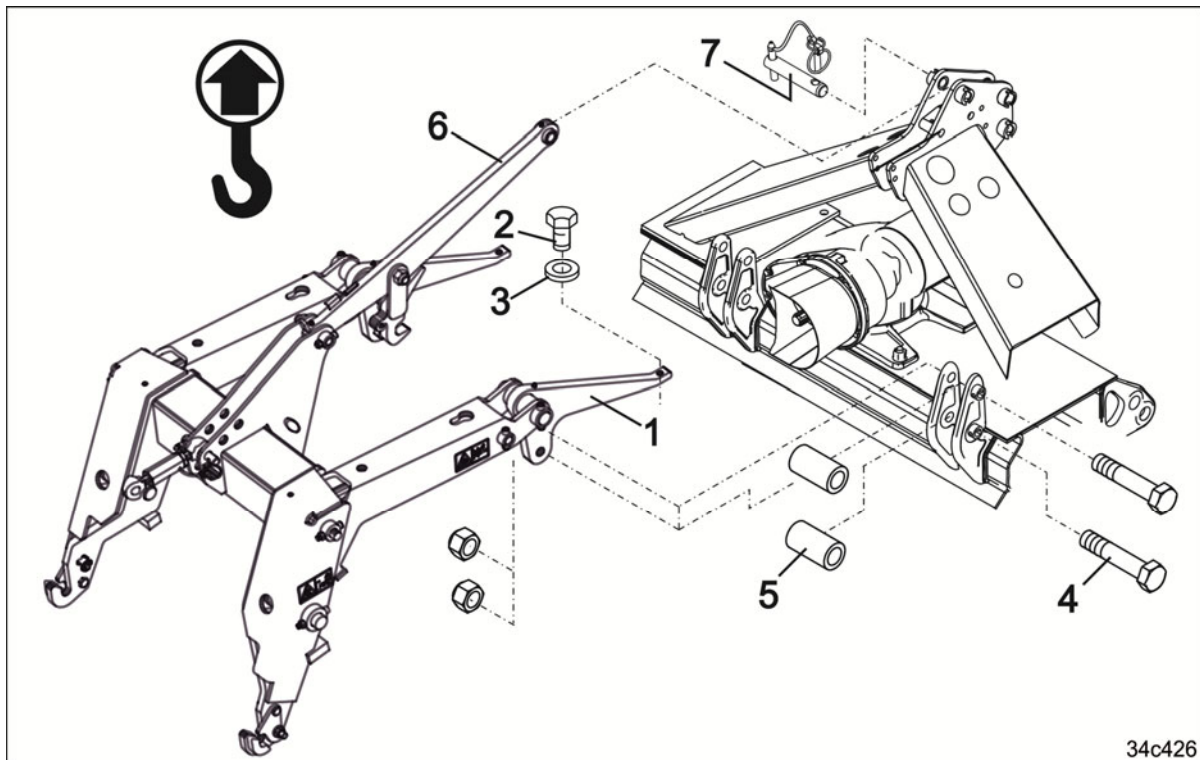

Fig. 82
5. Atornillar el estribo (Fig. 82/1) a la maquinaria de labrado con
- o dos tornillos de la máquina (Fig. 82/2) con arandelas (Fig. 82/3)
- o 4 tornillos (Fig. 82/4) con 4 arandelas separadoras (Fig. 82/5).
6. Fijar el brazo superior (Fig. 82/6) con un perno (Fig. 82/7) y asegurarlo con un pasador clavija.